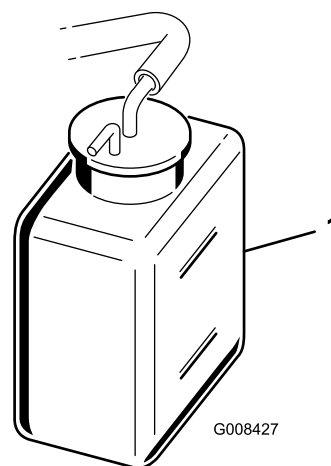

Figura 24
2. Controllate il livello del refrigerante (Figura 24).